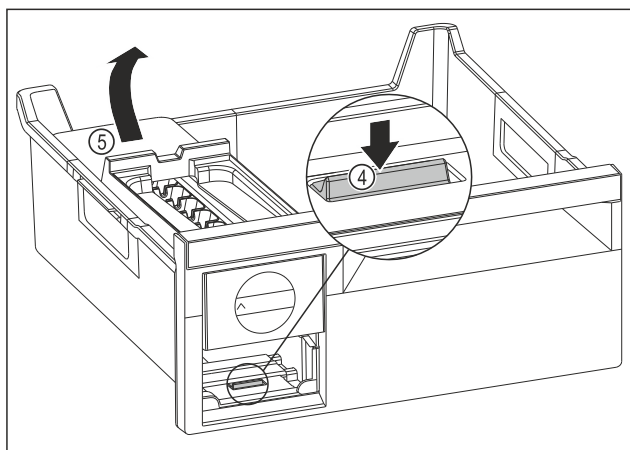

Fig. 172
- ▶ Vyjmutí korpusu EasyTwist-Ice: Lamelu Fig. 172 (4) zatlačte prstem směrem dolů a zároveň nadzvedněte druhou rukou korpus EasyTwist-Ice Fig. 172 (5) zezadu.